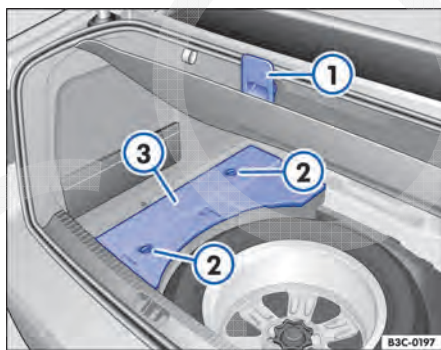

Fig. 227 No compartimento de bagagem, sob o revestimento do assoalho preso ①: roda sobressalente e cobertura ③ para ferramentas de bordo.
Em uma peça de espuma sob o revestimento do assoalho:	– Prender o revestimento do assoalho na borda superior do compartimento de bagagem ⇒ Fig. 227 ①. – Girar o fecho rápido ② em 90° para retirar a cobertura ③ das ferramentas de bordo.